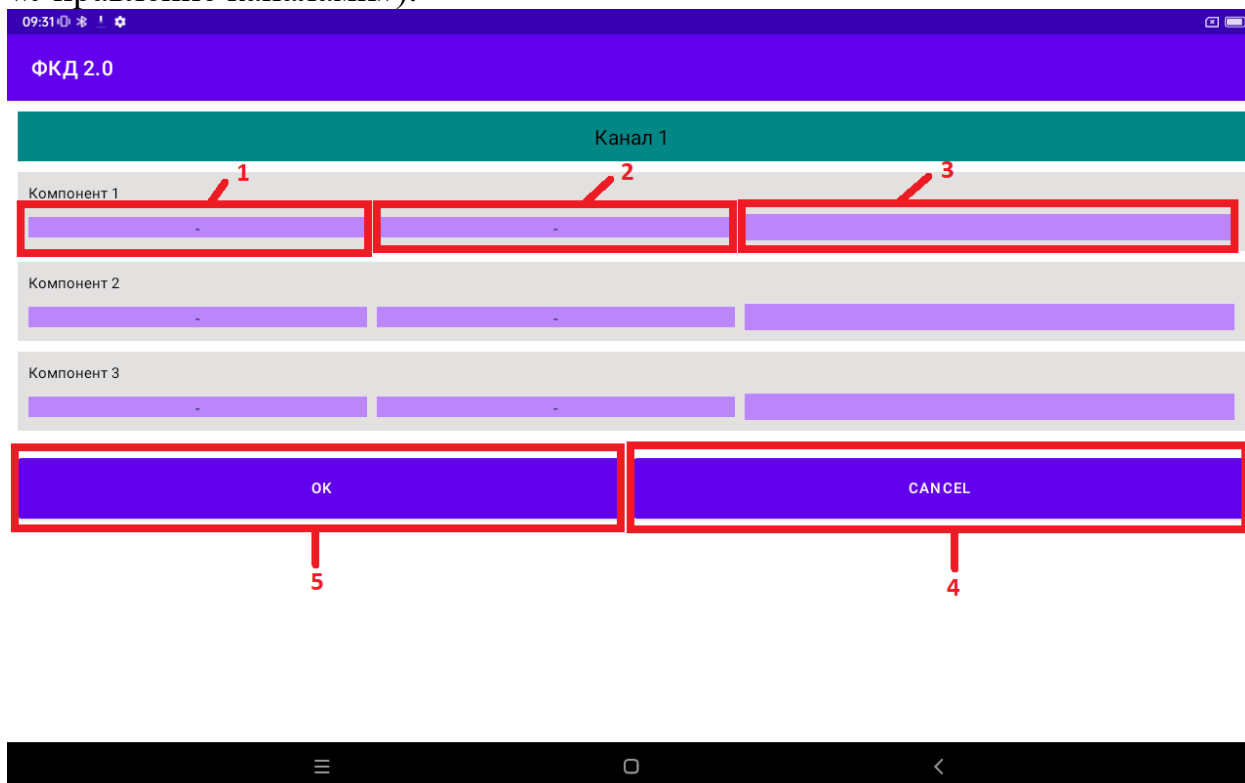

Рисунок 7.2.5 Панель конфигурации
7.3.8 При длительном нажатии (приблизительно 1 секунда) на кнопку с номером канала откроется панель конфигурации (Рисунок 7.2.5) Для компонента 1:
- В правом поле для ввода ввести значение концентрации, воспользовавшись клавиатурой для ввода (Рисунок 7.2.5 пункт 6).
7.3.10 Нажать кнопку «Применить» (Рисунок 7.2.5 пункт 5). Программа вернется на вкладку «Управление каналами».
7.3.11 Для отмены введенных значений нажать кнопку «Отмена» (Рисунок 7.2.5 пункт 4).